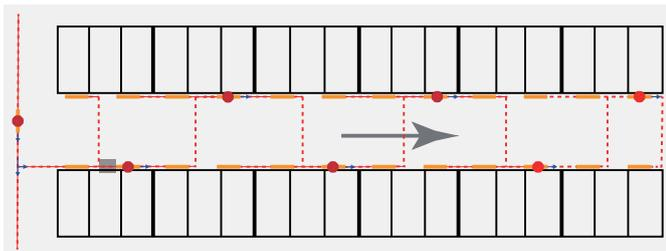

Abbildung 18:
- Für die Leuchten der Querwege und der Ein-Ausfahrt kann ggf. „all“ für das Schalten des gesamten Systems mit einer Ausschaltzeit von 2 Minuten eingestellt werden (siehe auch Abbildung 18).
Die beiden inneren Leuchtenreihen im Ein- und Ausfahrtbereich sind wie ein Parkbuchtengang als eine zusammenhängende Anordnung verdrahtet (siehe Abbildung 18). Die äußere Leuchtenreihe (ganz rechts, gestrichelt eingerahmt) bildet eine separate Anordnung.¹⁸